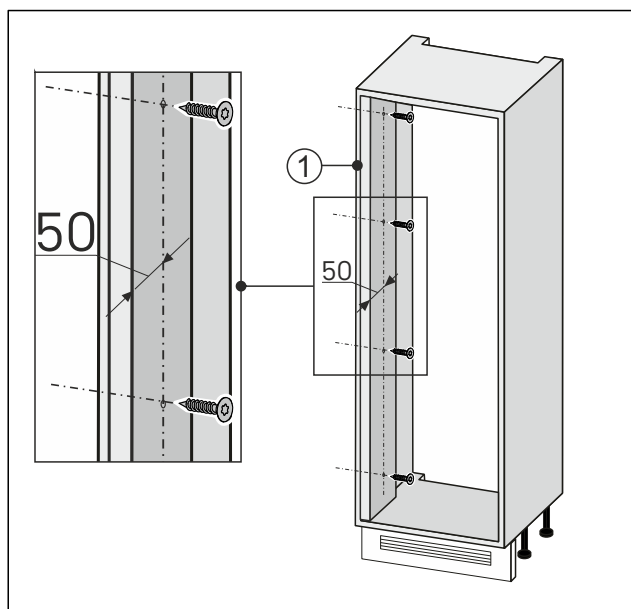

Fig. 88
- Avvitare l'elemento di compensazione a parete alla nicchia del mobile sul lato di apertura della porta Fig. 88 (1).